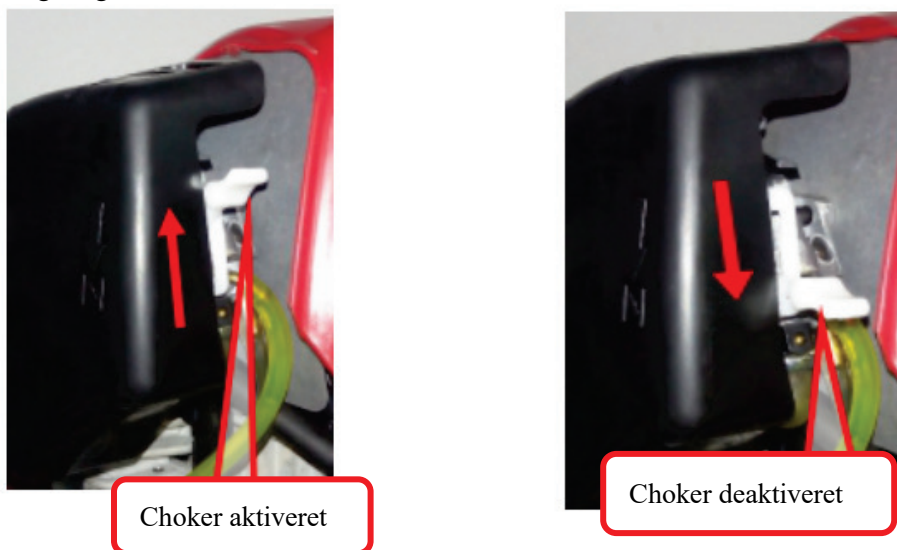

Fig. 5
5.1. Inden motoren startes, skal der trykkes gentagne gange på den transparente og halvrunde brændstof-primer-bold for at fylde karburatoren med brændstof. (Hvis motoren er kold, skal chokeren lukkes. Åbn chokeren igen efter start som vist i fig. 5.)